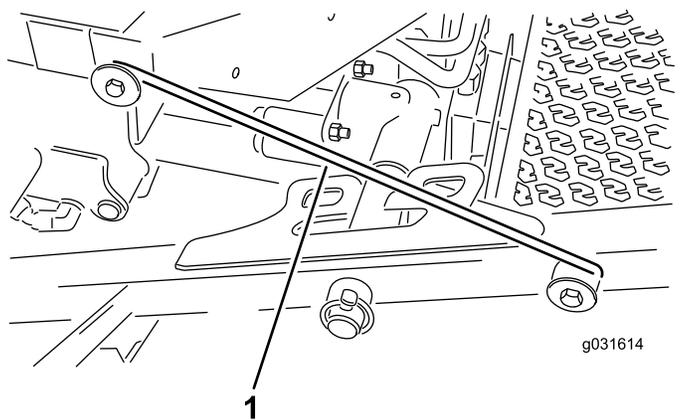

Рисунок 32
4. Отсоедините шток защелки от переднего держателя несущей рамы (Рисунок 32).
5. Поднимите наружную часть передних режущих дек и установите защелку на штифт рамы, смонтированный в передней части платформы оператора (Рисунок 32).